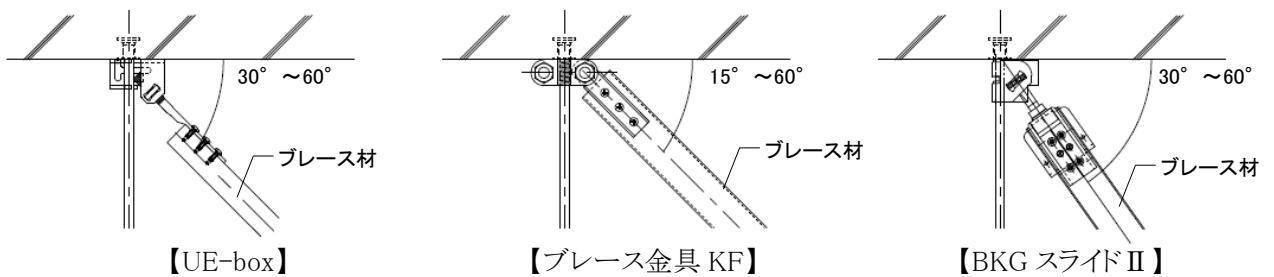

図 2-7-6 ブレース設置角度
③ブレースの設置角度は $30^{\circ} \sim 60^{\circ}$ の範囲(ブレース金具 KF の場合は $15^{\circ} \sim 60^{\circ}$ の範囲)となるように設置し、ブレース上部取付金具の取付位置は、インサート、スラブに金具が当たるまでとする。(図 2-7-6 参照)